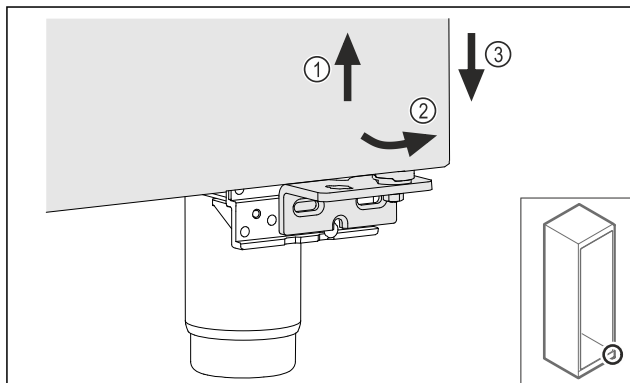

Fig. 14
- Lyft upp dörren något Fig. 14 (1), luta den framåt nedtill Fig. 14 (2) och sänk ned den Fig. 14 (3).